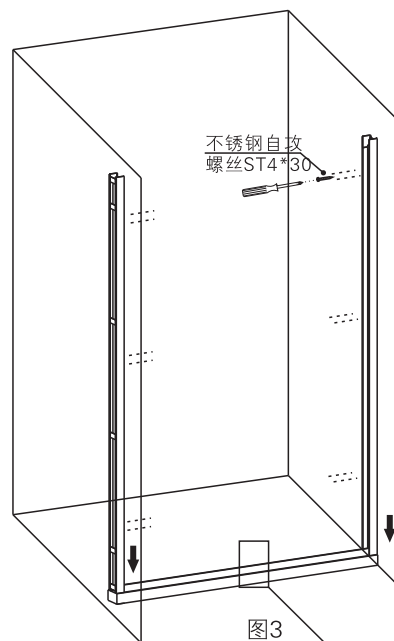
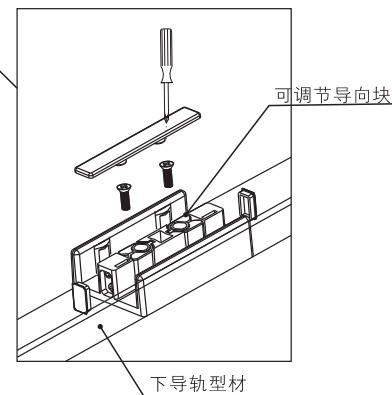

图3
图3-1
4.先将与“可调节导向块”与“下导轨”用螺丝固定(如图3-1、所示),之后将下导轨放在石基上,再将左右两根“边柱型材”卡入下导轨,最后用ST4*30螺丝固定(如图3所示)。